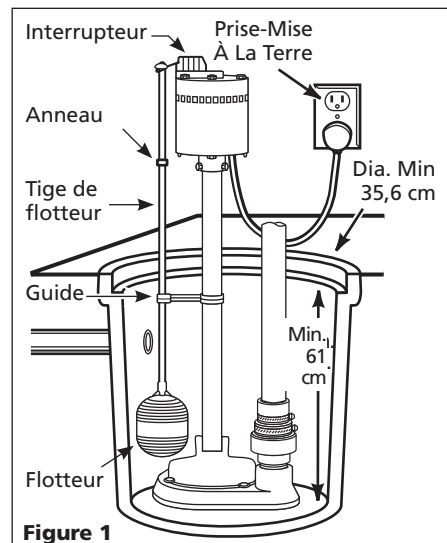

Figure 1
3. Installer la pompe dans une fosse de taille minimum telle qu'indiquée. (Voir Figure 1.) Construire la fosse de tuiles, béton, acier ou plastique.
4. Situer le modèle sur une fondation solide et égale. Ne pas placer la pompe directement sur une surface d'argile, terre, gravier ou de sable. Ces surfaces contiennent des particules de gravier et de sable etc., qui peuvent obstruer ou endommager la pompe et causer la panne (Voir Figure 1).